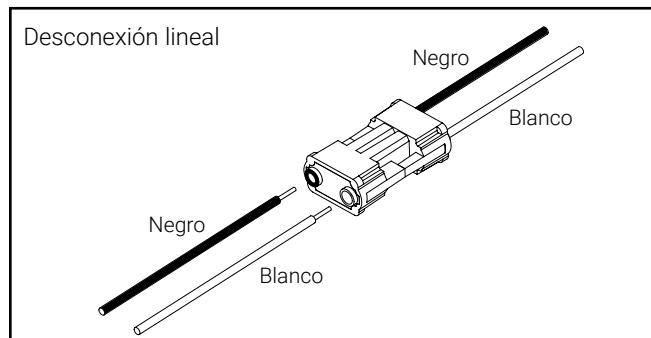

Figura 4.
5. Realice las conexiones de cableado necesarias a la entrada de línea de CA del controlador. Se proporciona una desconexión lineal para acelerar la instalación (Figura 4). Los circuitos de atenuación DALI o 0-10V opcionales están cableados. Ver la sección de Diagramas de cableado \*